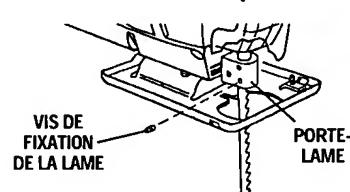

FIG. 6
- Pour le chantournage manuel et les applications de non-chantournage, insérez la lame à fond en veillant à la placer dans la partie centrale du porte-lame, directement sous le piston comme illustré (fig. 6).